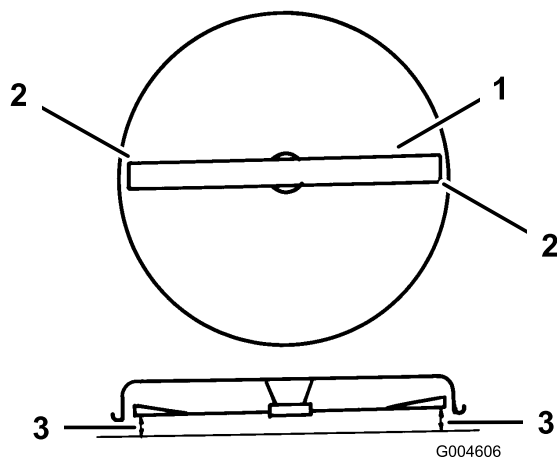

Figure 44
9. Tournez la lame avec précaution dans le sens transversal (Figure 44).
10. Mesurez la distance entre les tranchants extérieurs et le sol plat (Figure 44). Si les deux mesures diffèrent de plus de 5 mm, un réglage s'impose, comme expliqué aux étapes 11 à 14.